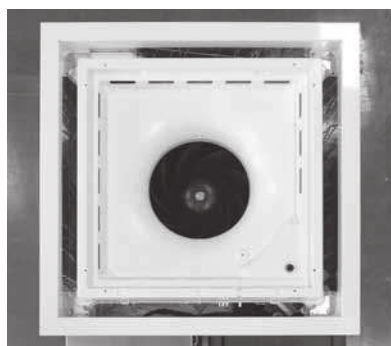

Fig. 13: Placement cadre ESTUCS/M 600
- Positionner le cadre avec une légère pression, en faisant attention à centrer les trous propres (Fig. 13);